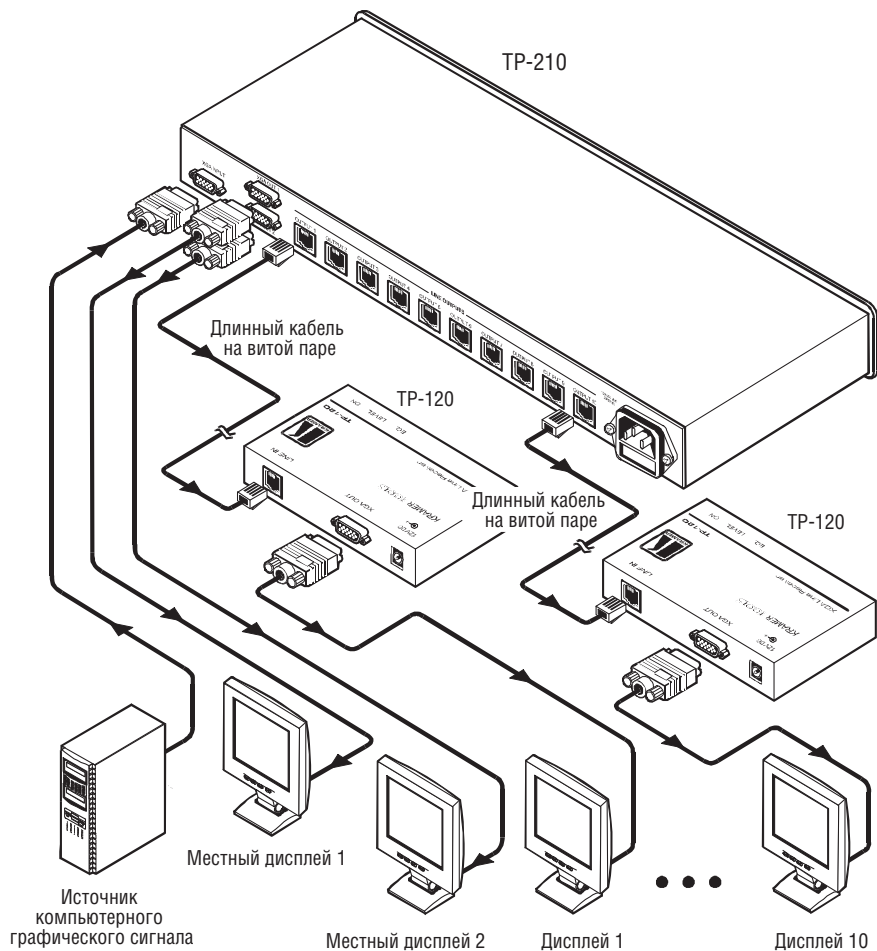

Рис. 3. Пример подключения к TP-210 источника и приемников сигнала
Пример подключения к **TP-210** источника и приемников сигнала показан на рис. 3.
5. Присоедините сетевой шнур (не показан на рис. 3). Рекомендуется использовать только сетевой шнур, входящий в комплект поставки прибора.